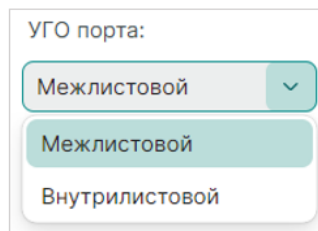

Рис. 146 Выбор УГО порта
3. С помощью выпадающего списка, расположенного в верхней части окна, выбирается тип и, соответственно, УГО порта из числа заданных в стандартах, см. Рис. 146.